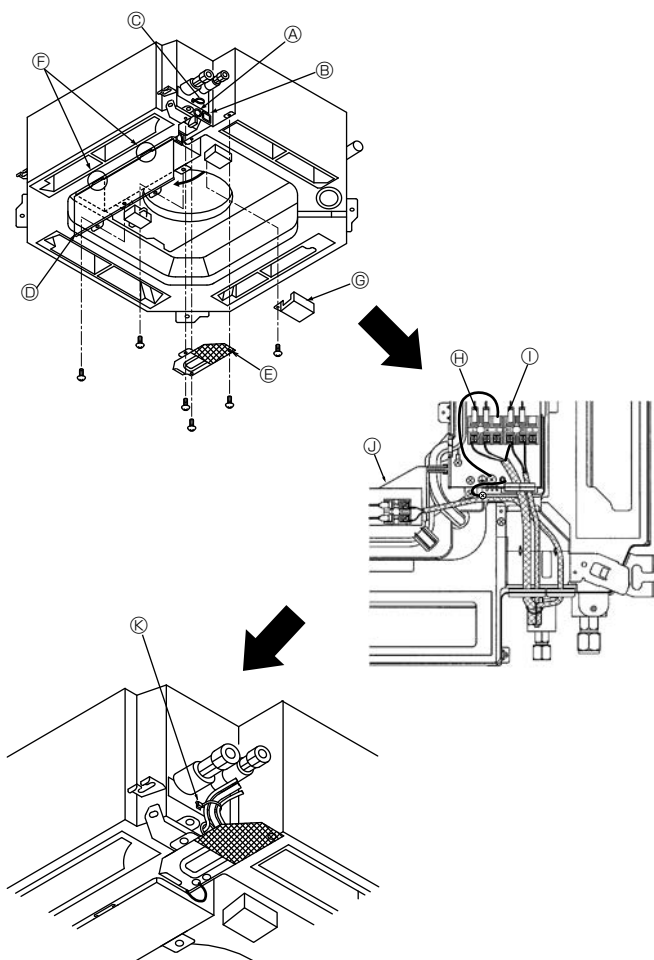

Fig. 4-1
4.1. Εσωτερική μονάδα (Fig. 4-1)